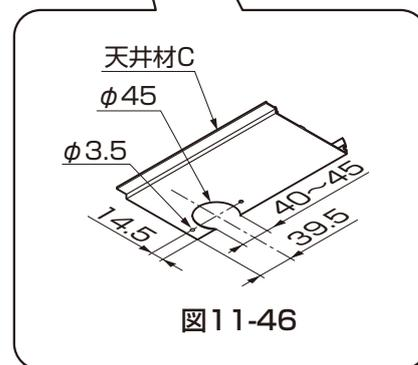

図11-46
- ②アタッチメントパッキンを雨樋アタッチメントに貼付けて樋に【6-1】で取付けてください。
③天井材Cの縦樋がつく位置を確定し、切欠きを現場加工してください。（図11-46参照）
④天井材Cを取付けてください。